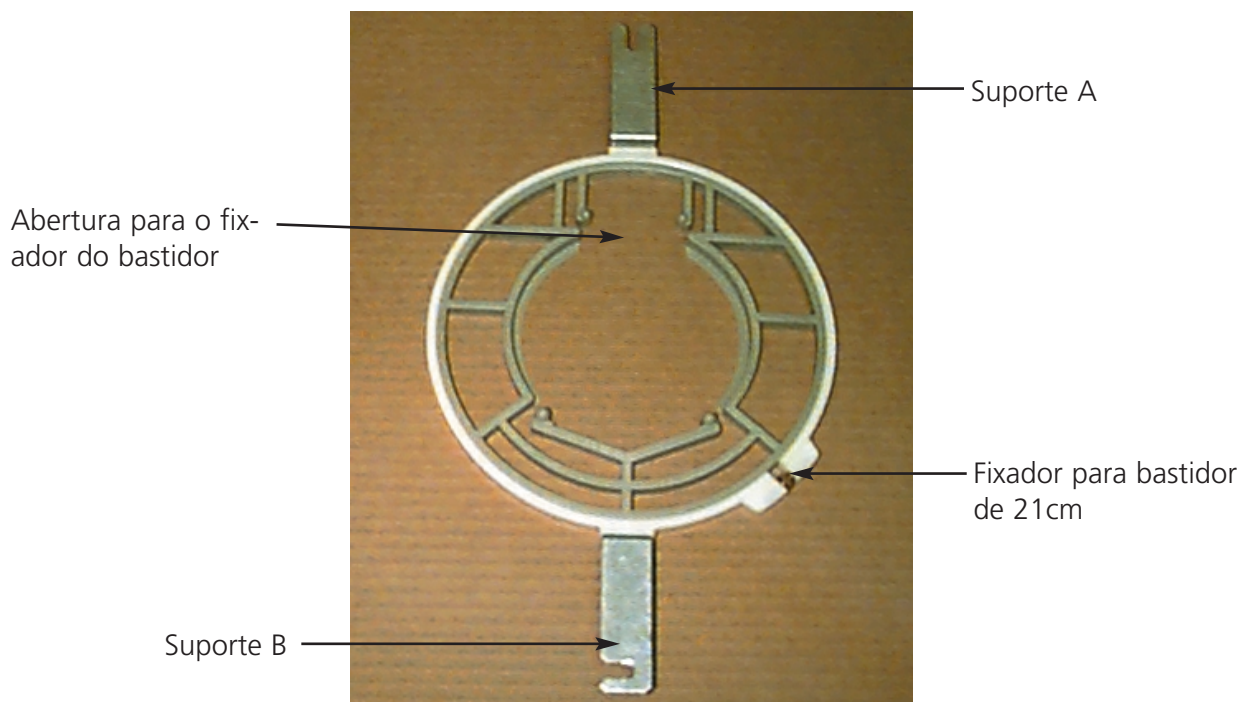

Figura 3-15
2. Retirar o bastidor interior do bastidor de 21cm com os dois suportes (indicado na figura 3-15).
3. Introduzir o bastidor de aranha que se pretende usar por tal forma que a abertura na aranha para o tensionador do bastidor fique centrada no suporte em relação à ranhura em frente à parte de trás (suporte A na figura 3-15). Apertar a aranha com o tensionador de bastidor de 21cm.
4. Relativamente à figura 3-15, empurrar o suporte A para o seu lugar no parafuso alado na parte de trás do quadro de caixilho e, seguidamente, levar o suporte B para o seu lugar no parafuso alado na parte da frente do quadro de caixilho.